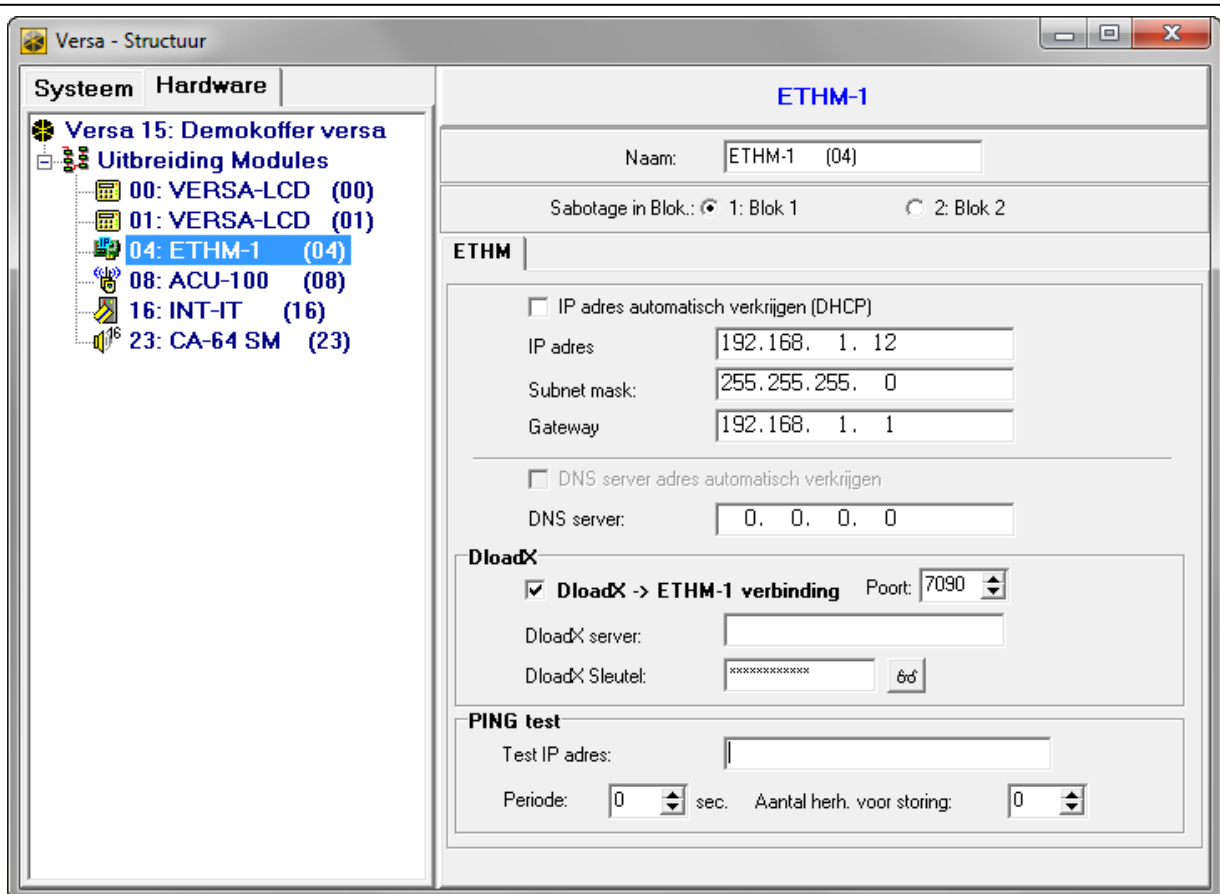

Fig. 5. DLOADX programma: instellingen van de ETHM-1 module aangesloten op een VERSA alarmsysteem.
- DLOADX programma: →"Versa – Structuur" scherm →"Hardware" tabblad →[klik op de module uit de apparatenlijst] (zie Fig. 5).